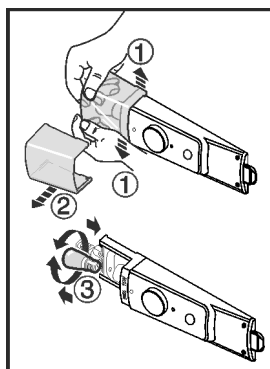

Fig. 14
- ▶ Kryt světla podle obrázku uvnitř v přední části tlačte od sebe Fig. 14 (1) a vytáhněte do strany Fig. 14 (2).
- ▶ Vyměňte žárovku. Fig. 14 (3)